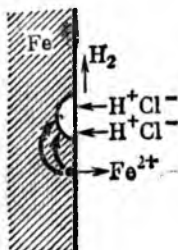

Рис. 34. Схема действия гальванической пары
В качестве примера электрохимической коррозии можно привести коррозию железа в контакте с медью в растворе электролита — соляной кислоты (при высокой концентрации ионов водорода H⁺). При таком контакте возникает гальванический элемент (рис. 34).
Как показано на рис. 34, более активный металл — железо — окисляется, посылая электроны атомам меди, и переходит в раствор в виде ионов Fe^{2+} , образуя с хлорид-ионами среды хлорид железа (II) FeCl_2 . Ионы же водорода движутся к меди (катоде), где, принимая электроны, разряжаются. В ионной форме эти реакции могут быть выражены суммарным уравнением: